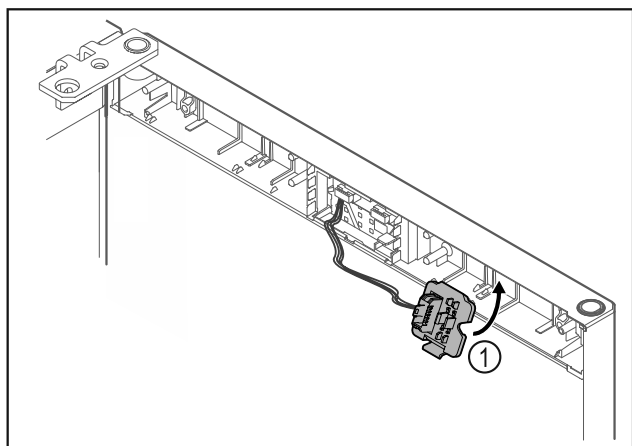

Fig. 13
- Zaklapněte držák zástrčky Fig. 13 (1) na protilehlé straně.*